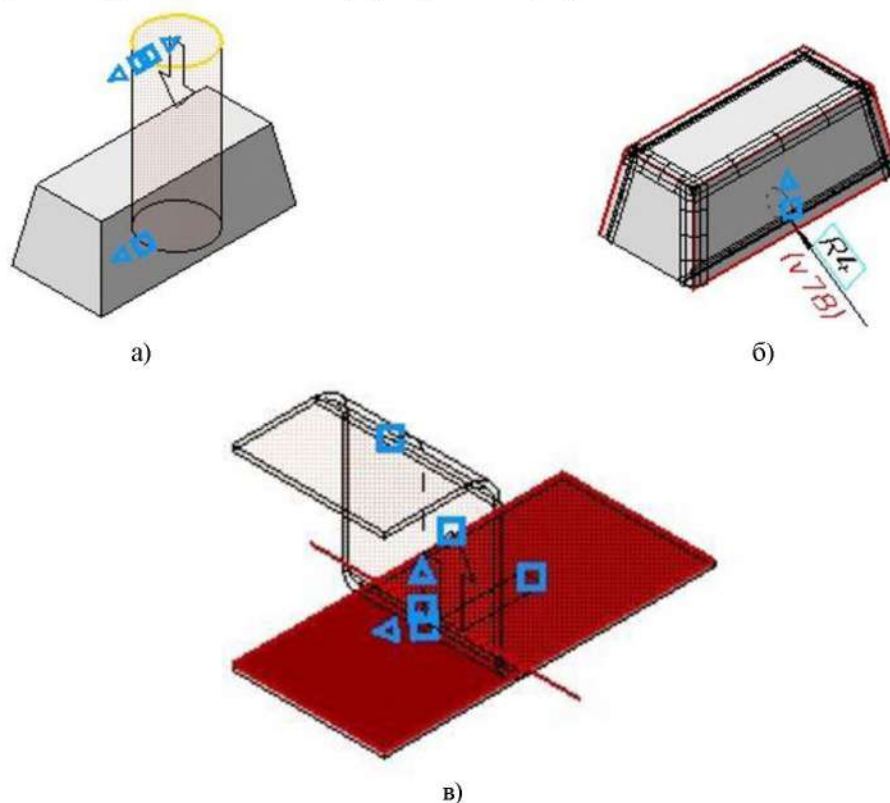

Рисунок 2.6. Дополнительные формообразующие операции
- Вырезать выдавливанием (рисунок 2.6, а).
- Скругление (рисунок 2.6, б).
- Подсечка (для листовых тел) (рисунок 2.6, в).